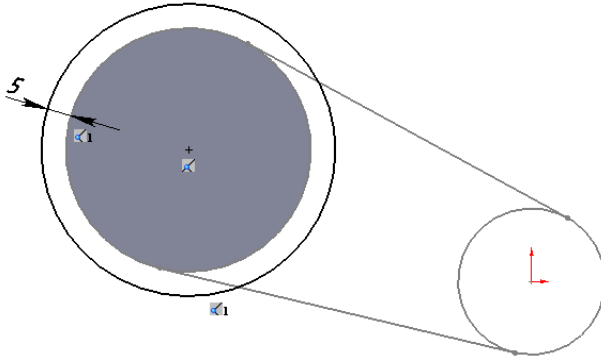

Рисунок 11.68 - Малювання ескізу бурта
5. Тепер на новій деталі оформимо бурти для фіксації ремня. Для цього ввійдемо в режим малювання ескізу на плоскому торці заготовки шківів й намалюємо ескіз бурту, який являє собою окружність, концентричну окружності заготовки шківів радіусом на 5 мм більше радіуса заготовки (рис. 11.68). У цьому випадку задається не радіус окружності бурту, а його величина, як різниця між радіусами. Це